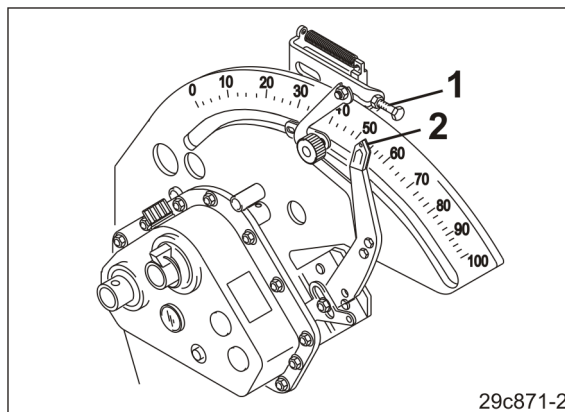

Рис. 162
3. За допомогою регулювального гвинта (Рис. 162/1) встановіть стрілку (Рис. 162/2) важеля редуктора на потрібне положення редуктора для підвищеної норми висіву.
Викручування регулювального гвинта (Рис. 162/1):
Вкручування регулювального гвинта (Рис. 162/1):